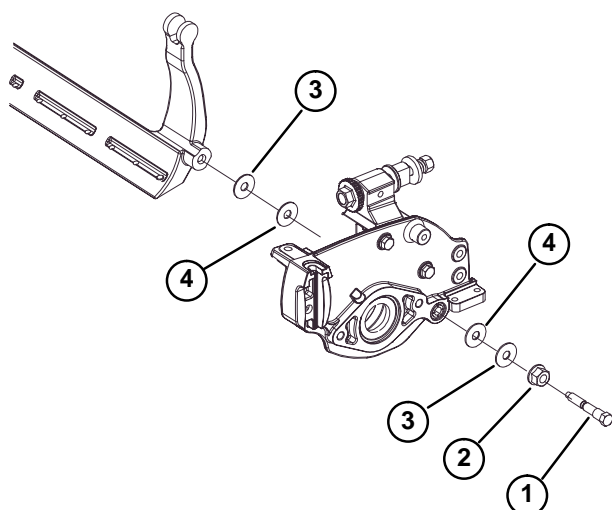

図 19
4. ベッドバー・ボルトを左右からゆるめていくとベッドバーが下に抜ける。ベッドバーの左右にナイロン製とスチール製のワッシャが1枚ずつ(図19)付いているのでなくさないようにする。
1. ベッドバー・アジャスタにベッドバーを組み込む。サイドプレートの両側とも、ナイロンワッシャの外側にスチールワッシャがくるように組み付けること（図 19）。